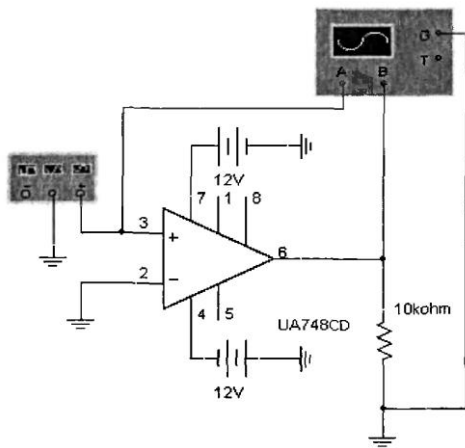

Рисунок 9
1. Смоделируйте схему детектора, изображенную на рис. 9.